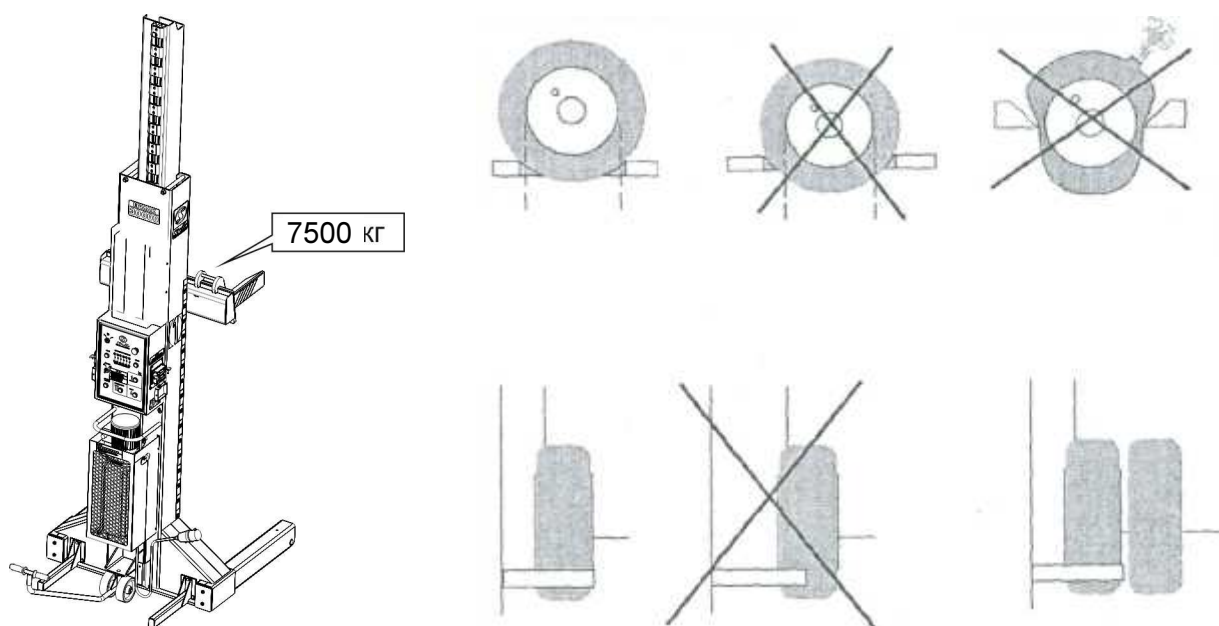

Рисунок 17. Рекомендации безопасного захвата за колеса
5.5 Перед подъемом убедиться в правильности захвата автомобиля за колеса - см. рисунок 17.
7.2.3 Нажать и удерживать кнопку ВВЕРХ до момента, когда колеса автомобиля оторвутся от пола. Отпустить кнопку. Убедиться в правильном и устойчивом положении автомобиля (см. рисунок 17).